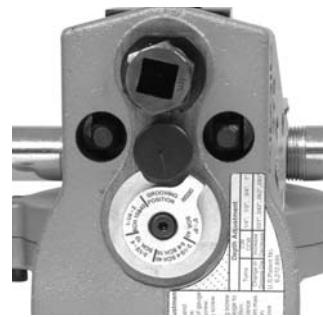

Figure 15B – Jauge en position de rainurage
3. Serrez la vis de réglage jusqu'à ce que sa tête touche la graduation de la jauge de profondeur. Tournez la jauge de profondeur de rainurage à la position de rainurage (Figure 15B). Si la jauge n'est pas en position de rainurage, elle empêchera le rainurage et risque d'être endommagée.